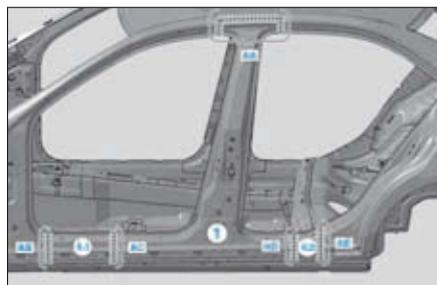

FIG. 88
- Souder par cordon MAG dans les zones (AA, AB, AC, AD et AE) (Fig.88).